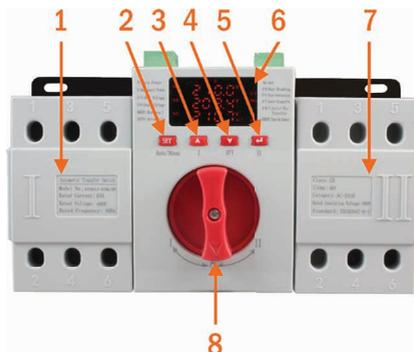
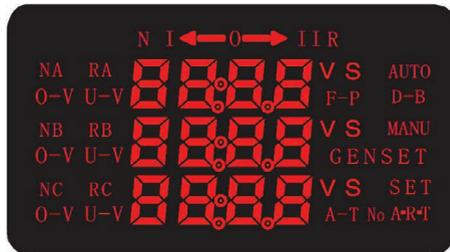

Рис. 1 – Лицевая панель
Рис. 2 – Дисплей прибора
- 2.1. Выберите ручной режим работы нажатием на кнопку **SET** (п. 2 рис. 1). На дисплее прибора должен загореться индикатор ручного управления **MANU**. (п. 7 рис. 2)
- 2.2. Выберите источник питания, повернув переключатель источника питания (п. 8 рис. 1) в необходимое положение. Левое положение (I) – выбор основного источника питания. Правое положение (II) – выбор резервного источника питания. Среднее положение (0) – отключение нагрузки от источников питания.
- 2.4. При переключении источника питания на приборе будут загораться соответствующие индикаторы (п. 1, 2, 9 рис. 2).
- 3.1. Выберите автоматический режим работы нажатием на кнопку **SET** (п. 2 рис. 1). На дисплее прибора должен загореться индикатор автоматического управления **AUTO**. (п. 8 рис. 2).